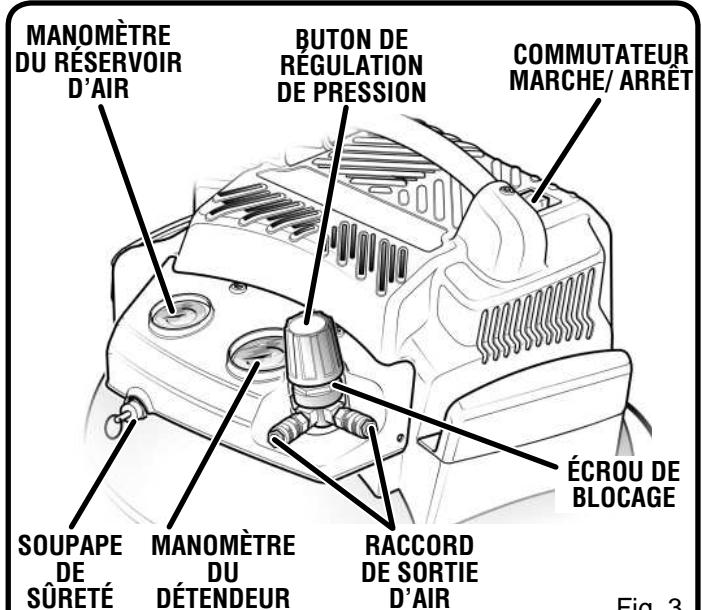

Fig. 3
- Raccorder le tuyau en caoutchouc au raccord de la sortie d'air (Fig. 3).
Voir les figures 3 et 4.